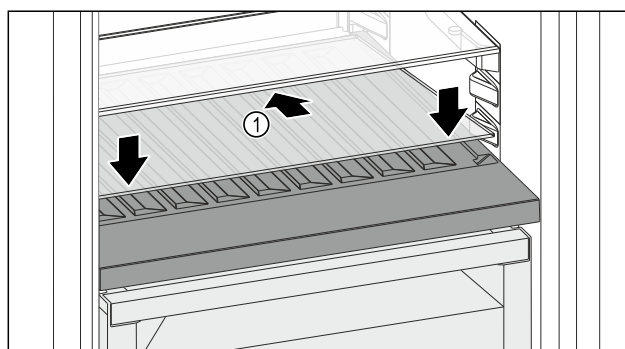

Fig. 126
- Skleněnou desku Fig. 126 (1) zasuňte šikmo a skloněnou dozadu dolů.
- Skleněnou desku Fig. 126 (1) vpředu spusťte dolů.